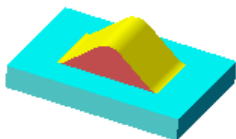
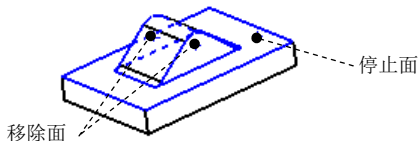

图 7.7.20 成形工具 1
图 7.7.21 移除面和停止面
Step6. 创建图 7.7.20 所示的钣金特征——成形工具 1。选择下拉菜单 **插入(I)** → **钣金(B)** → **成形工具** 命令；激活“成形工具”对话框的 **停止面** 区域，选取图 7.7.21 所示的模型表面为成形工具的停止面；激活“成形工具”对话框的 **要移除的面** 区域，选取图 7.7.21 所示的模型表面为成形工具的移除面；单击  按钮，完成成形工具 1 的创建。